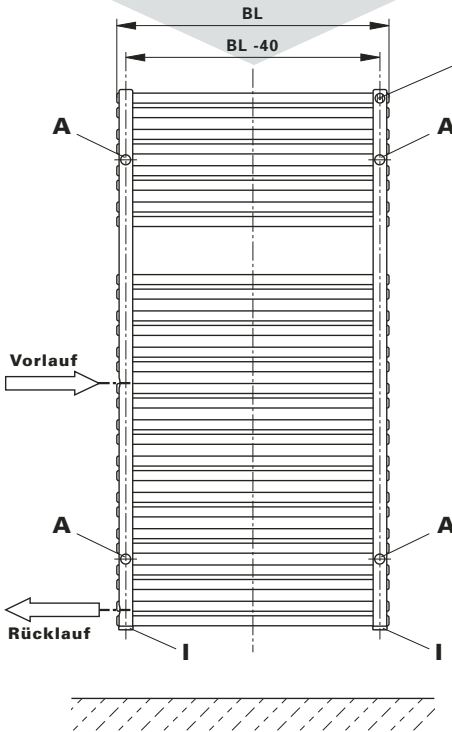
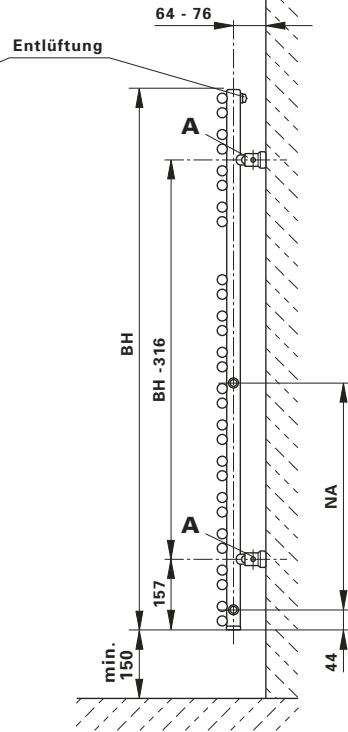

Abbildung 1
Abbildung 2
Beim seitlichen Anschluss, der sich auf der rechten oder linken Seite des Heizkörpers befinden kann, ist der Vorlauf oben und der Rücklauf unten anzuschließen (**Abb. 1**).
Aufstecken der beigegepackten Blechmuttern **1** auf die Montagestutzen **2** (**Abb. 2**).
Anreißen, bohren der Löcher Position **A** - Bohrer \varnothing 10 - und Setzen der Dübel entsprechend den Abhängungsmaßen (**Abb. 1**).
*Messen Sie bitte vorher zur Heizkörperidentifizierung die Abstandsmaße der Montagestutzen **2** (**Abb. 1** u. **Abb. 2**) nach.*